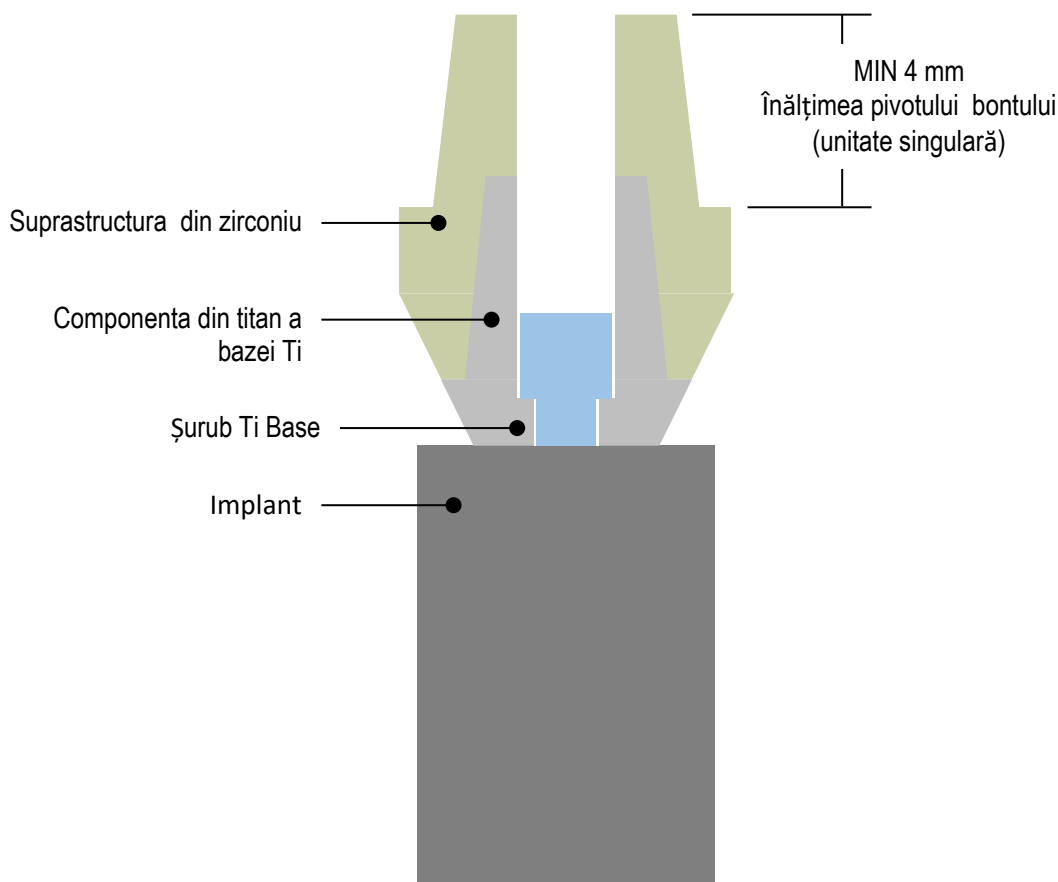

Figura 1 - Limitările de proiectare ale suprastructurii din zirconiu.
- Înălțimea pivotului bontului $\geq 4,0$ mm (consultați **Figura 1**)